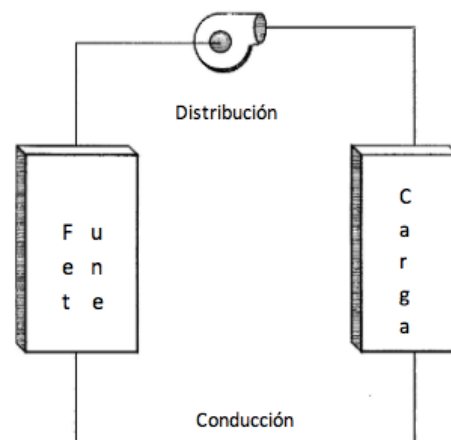

Fig. 2 Sistema Hidrónico, página 3 del manual Fundamentals of Water System Design, ASHRAE Learning Institute.
4. La distribución requiere de un sistema de bombeo (Fig. 2),
5. La conducción del líquido es por las tuberías (Fig. 2), en residencias se utiliza manguera tipo pex para pisos radiantes.